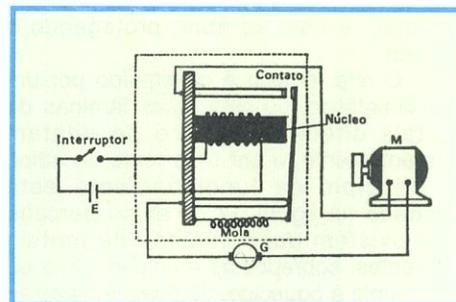

Figura 40 - Funcionamento de uma chave magnética.
**Chaves magnéticas:** O relé de maior aplicação, quer em eletrônica ou em instalações industriais, é o conhecido pelo nome de chave magnética. O funcionamento de uma chave magnética pode ser entendido pela análise do circuito que mostramos na figura 40. De fato, vamos supor que devemos acionar o motor M, ligando-o ao gerador G. Então, ligamos um dos terminais do gerador diretamente no motor e o outro terminal do gerador ligaremos ao outro terminal do motor, através de um contato que estará sempre aberto, porque existe uma mola no dispositivo desenhado que força o contato para fora. Em torno do núcleo existem várias espiras de fio, de maneira a fazer com que este funcione como um eletroímã. Entre os dois terminais de saída são conectados um interruptor e uma bateria, respectivamente. Este é o circuito de baixa potência, portanto, o circuito de comando. Vejamos agora o funcionamento do dispositivo.